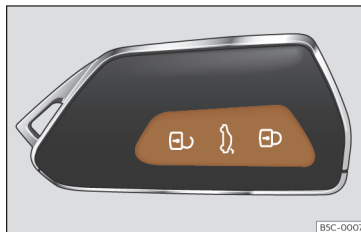

Fig. 74 Chave por comando à distância: teclas.
- Trancar: pressione o botão  >>> **Fig. 74.**